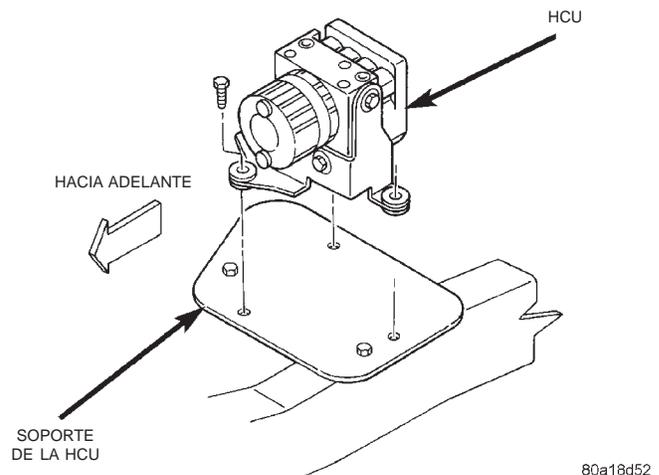

Fig. 7 Soporte de la HCU
- (4) Retire los pernos de instalación de la HCU y retire la HCU (Fig. 7).
- (5) Retire los pernos del soporte y retire el soporte de la HCU.